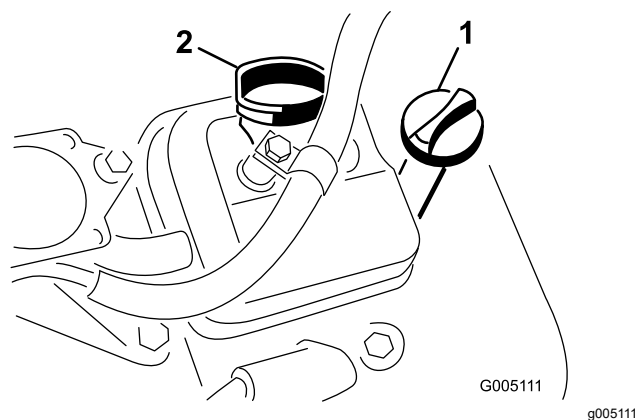

Figura 33
- Insira a vareta no tubo da vareta e enrosque-a no tubo (**Figura 33**).